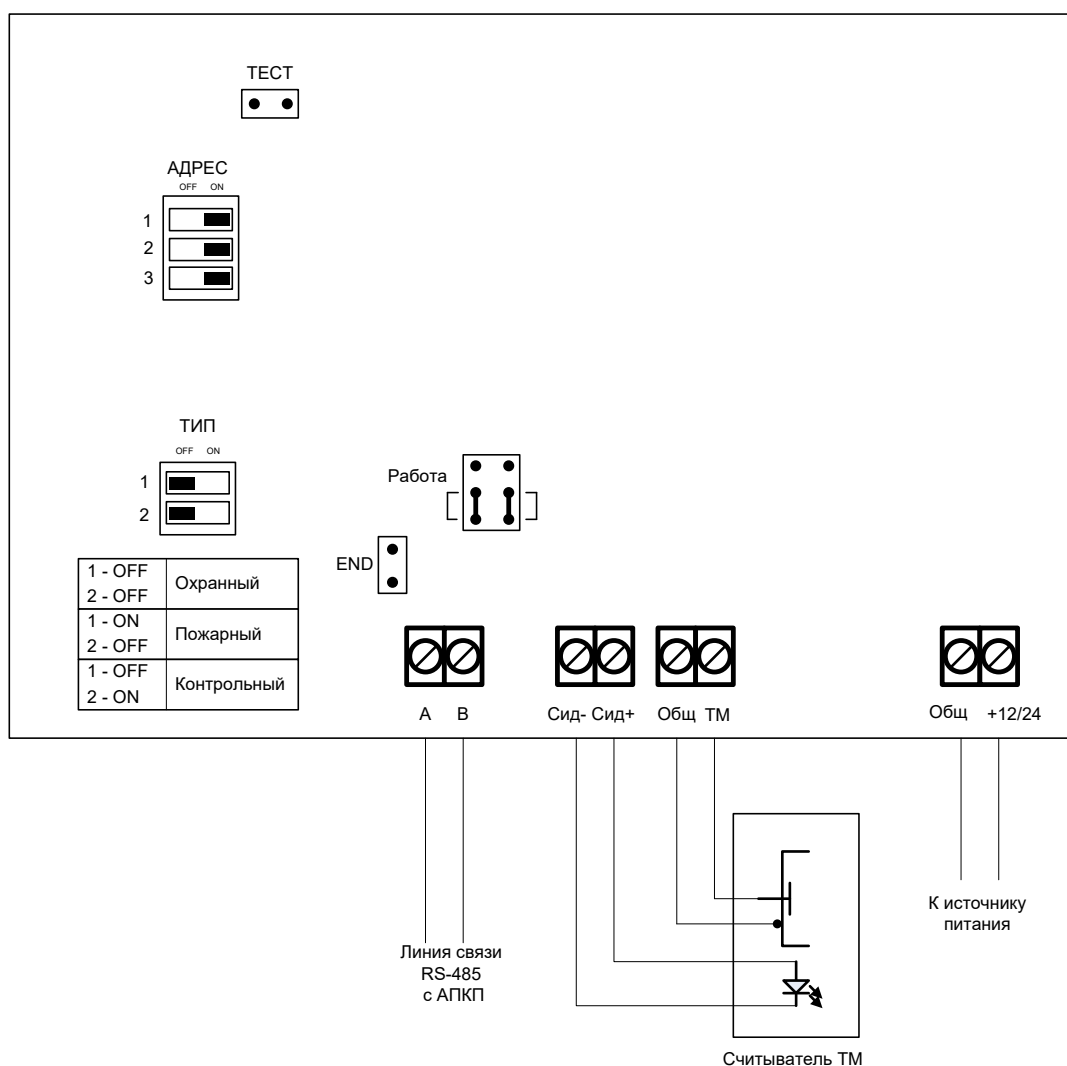

Рис.3. Расположение клемм подключения на плате индикации СДИ
6.1.3. На плате СДИ (рис.3) расположены клеммы:
6.1.4. На плате СДИ рис.3 расположены переключатели и джамперы (перемычки):
Подключить СДИ к линии связи с АПКП (RS-485) и к блоку питания (рис.3). Подключить «терминатор», установив на плате СДИ джампер "END". При установке в линии нескольких пультов управления «терминатор» устанавливаются на самом дальнем от АПКП устройстве, на остальных устройствах в линии джампер "END" удалить.